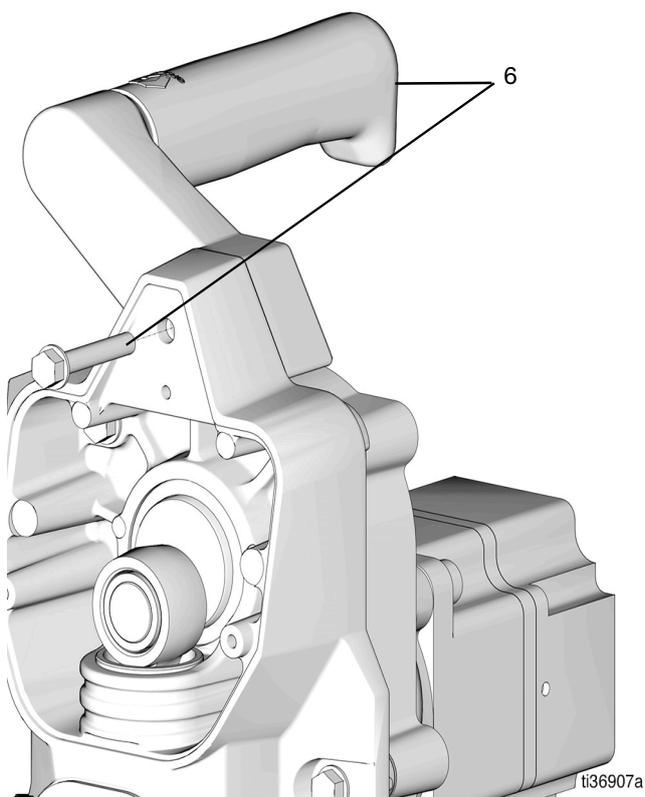

FIG. 13
13. Fixez la poignée (6) au moyen de la vis (6) et serrez bien (FIG. 13).